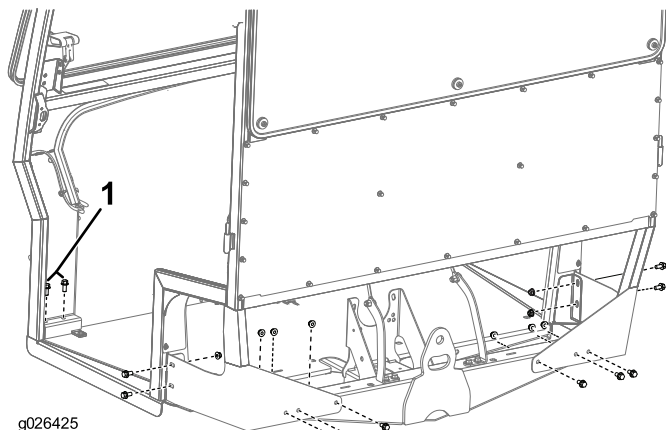

Рисунок 5
2. Закрепите раму на машине, используя 10 болтов (3/8 x 3/4 дюйма), 10 гаек (3/8 дюйма) и 4 болта (3/8 x 7/8 дюйма), как показано на Рисунок 5.